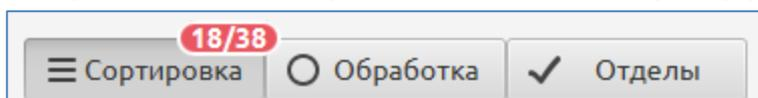

Рис. 28
- На кнопке верхней панели «Сортировка» отображается суммарный счетчик биоматериалов по всем отображенным коробкам «Кол-во отсканированных» / «Общее кол-во зарегистрированных» (Рис. 28).